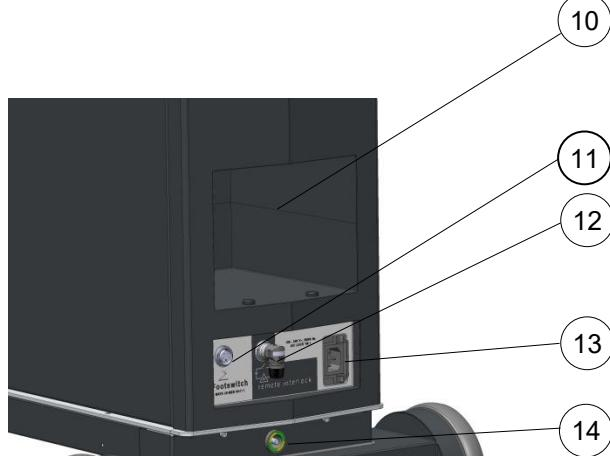

Abb. 3-2: Geräterückseite
- Um die ELIOS laser console vom Versorgungsnetz zu trennen ist der Netzstecker am Gerät (Abb. 3-2) abzustecken.
- Die ELIOS laser console ist so zu positionieren, dass ein Abstecken des Netzsteckers am Gerät (Abb. 3-2) problemlos möglich ist.
Der Fußschalter wird am Fußschalteranschluss (Abb. 3-2) angesteckt. Der Fußschalter dient zur Auslösung der Laser-Emission. Nach Betätigung des Fußschalters wird Laserstrahlung erzeugt. Sobald der Fußschalter gelöst wird, wird die Laser-Emission unterbrochen.
Die ELIOS laser console ist mit einer Potentialausgleichsbuchse ausgestattet (Abb. 3-2). Über ein Potentialausgleichskabel kann dadurch eine Verbindung zu einem zusätzlichen Potentialausgleich (ZPA) hergestellt werden.
Am Gerät steht ein Steckverbinder zum Anschluss einer fernbedienbaren Sicherheitsverriegelung, z.B. Türkontakt, zur Verfügung (Abb. 3-2). Sind die Kontakte des Steckverbinder offen, wird die Laser-Emission unterbunden. Nähere Informationen bezüglich des Anschlusses einer fernbedienbaren Sicherheitsverriegelung an die ELIOS laser console erhalten Sie von der MLase AG oder von einem von der MLase AG dazu autorisierten Servicepartner.